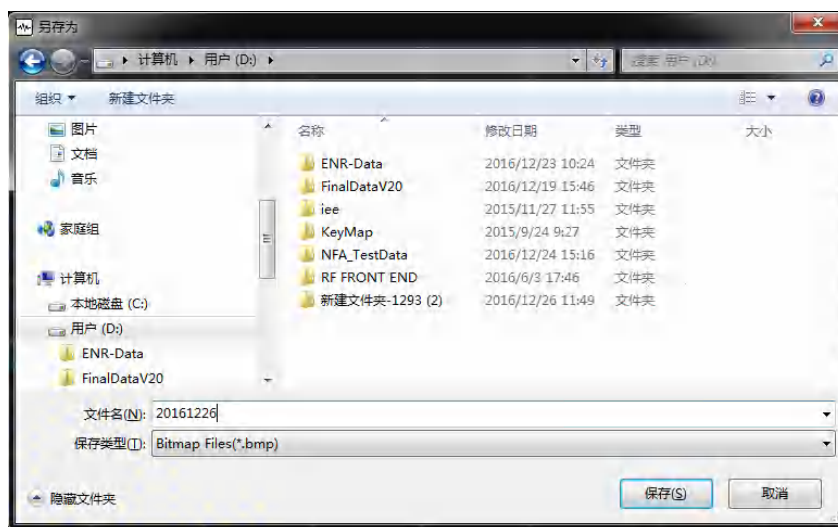

图3.20 保存屏幕图像
- 步骤1.** 按【保存…】键，仪器显示如下“另存为”文件操作对话框，如图3.20所示。